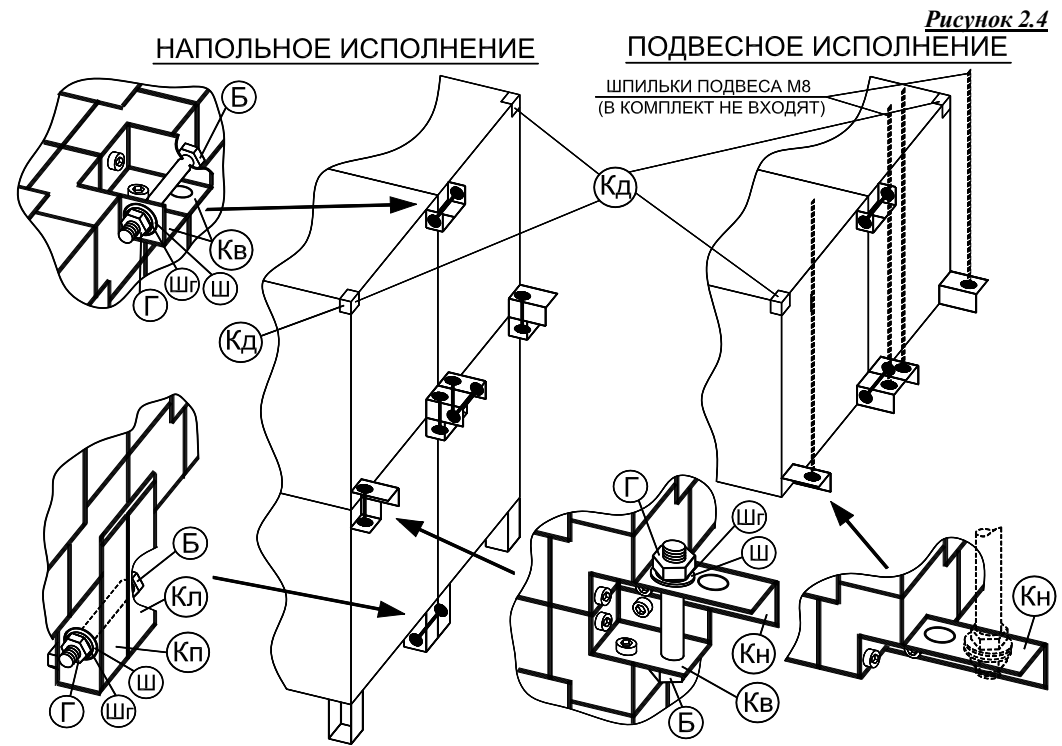

Рисунок 2.4
2.1.12. На крайние углы обоих торцов установки (см. рис.2.4) взамен штатных кронштейнов «Кв» (см. рис.2.7) устанавливаются декоративные крышки «Кд» из комплекта монтажа. Крышки крепятся винтом М6х60 («В») устанавливаемым взамен одного из штатных винтов крепления кронштейна «Кв».